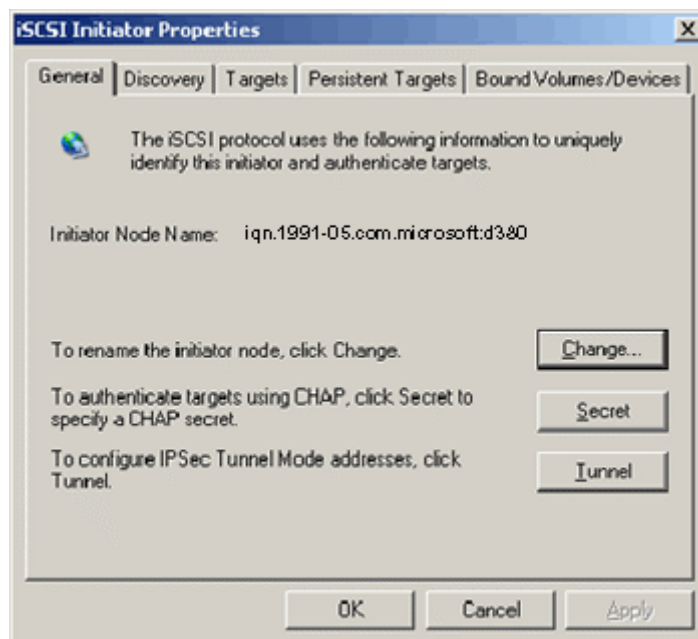

図 11-7. iSCSI Initiator Properties (iSCSI イニシエータプロパティ) : General (一般) ページ
2. セットアップの指定に応じて、Initiator の IQN 名を設定します。iSCSI Initiator Properties (iSCSI イニシエータプロパティ) の General (一般) ページ (図 11-7 を参照) で、**Change** (変更) をクリックします。